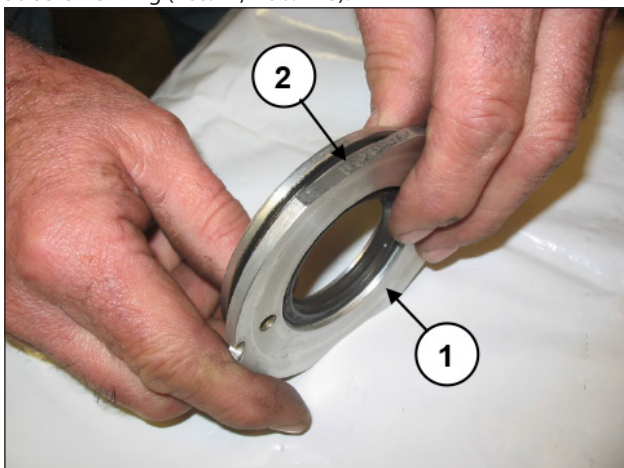

Abb. 116
Ersetzen Sie den Ölabstreifring (Pos. ①, Abb. 116) und den äußeren O-Ring (Pos. ②, Abb. 116).